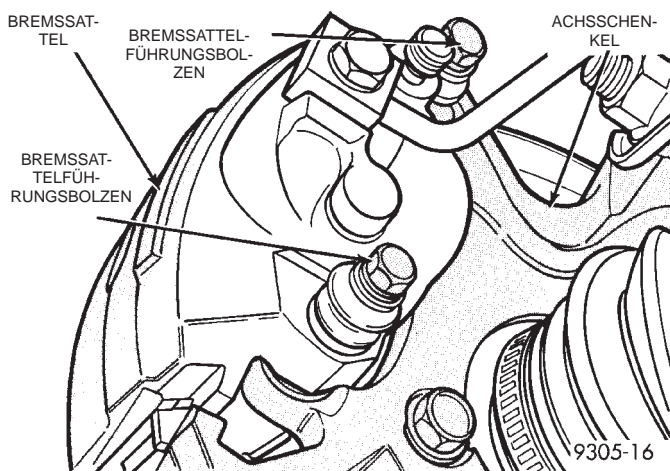

Abb. 4 Lösen der Bremssattelführungsbolzen
(1) Fahrzeug auf Unterstellböcke heben oder mit einem Wagenheber zentriert anheben. Siehe Abschnitt zum Anheben des Fahrzeugs im Kapitel "Schmierung und Wartung" in diesem Werkstatthandbuch.
(2) Vorderräder abmontieren.
(3) Die 2 Führungsbolzen, die den Bremssattel mit dem Achsschenkel verbinden, lösen und entfernen (Abb. 4).